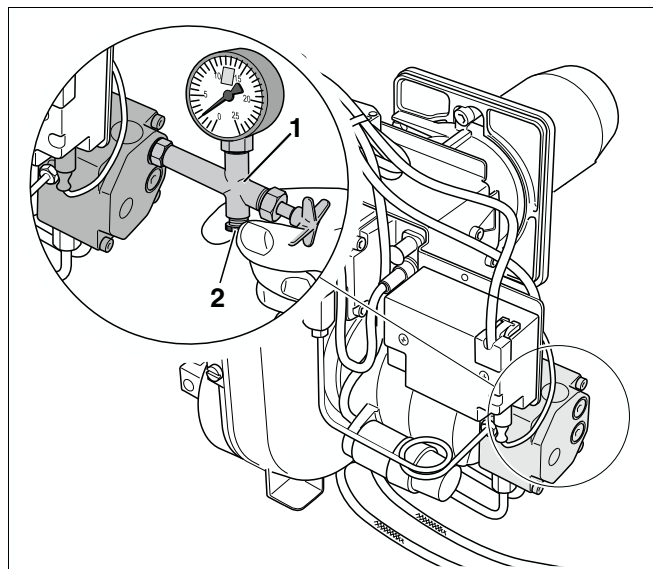

Рис. 6 Удаление воздуха из топливпровода
- Установить манометр для измерения давления топлива (рис. 6, поз. 1) на топливный насос.
- Удалить воздух из системы через манометр для измерения давления топлива (рис. 6, поз. 1).
- Закрыть отверстие для выпуска воздуха (рис. 6, поз. 2), только когда из манометра (рис. 6, поз. 1) не будет выходить воздух.